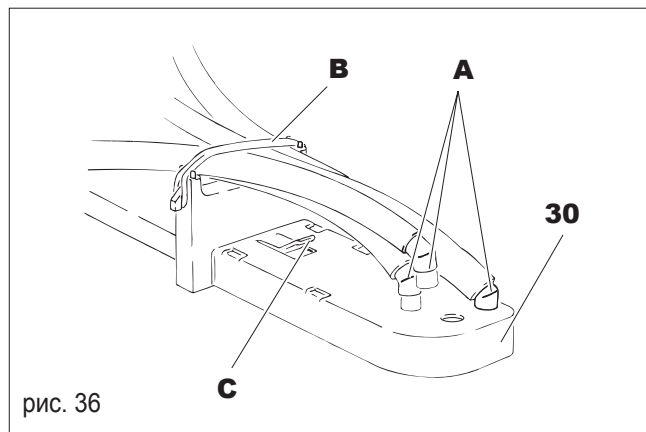

рис. 36
- Отсоедините удерживающую резинку (**В**, рис. 36).
- Вытащите из руки подачи напитков трубки подачи напитков (**А**, рис. 36).
- Отсоедините защелку (**С**, рис. 36) и вытяните руку выдачи (**30**, рис. 36).